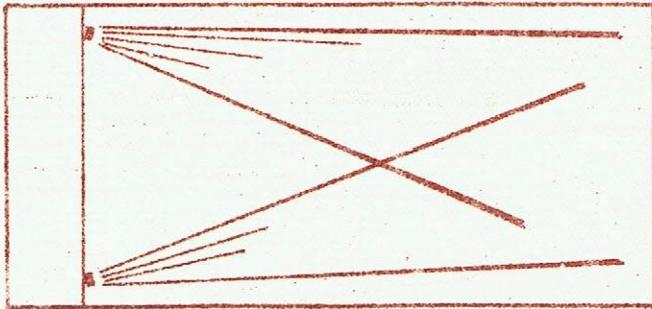

Fig. 2A
- Théâtre, cinéma (fig. 2A - 2B - 2C - planche II)